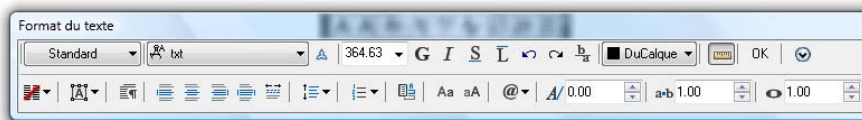

Figure 5.13
2. L'éditeur de Texte multiligne apparaît à l'écran (voir Figure 5.13). Regardez attentivement cet éditeur. Vous remarquerez qu'il s'agit tout simplement d'un traitement de texte type Word en « miniature ». On y retrouve les mêmes symboles (justifié à gauche, à droite, au milieu, menu déroulant de polices, etc.) que sur n'importe quel traitement de texte. Il est évidemment moins complet qu'un vrai logiciel destiné exclusivement à cette tâche. Rappelons qu'AutoCAD est un logiciel de dessin, le texte vient ici seulement *habiller* et enrichir un plan.